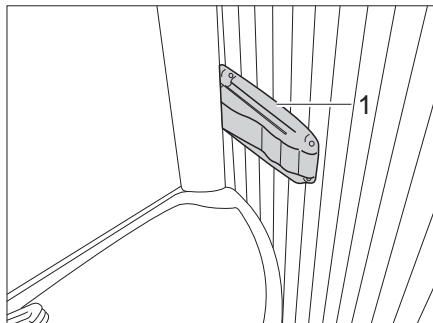

Bild 249 Vario-Toilette, Arretierung der Duschwand
- Arretierung (Bild 249,1) rechts am Waschbeckenrand eindrücken und am Waschbecken leicht ziehen. Das Waschbecken bewegt sich mit der Rückwand nach vorn.